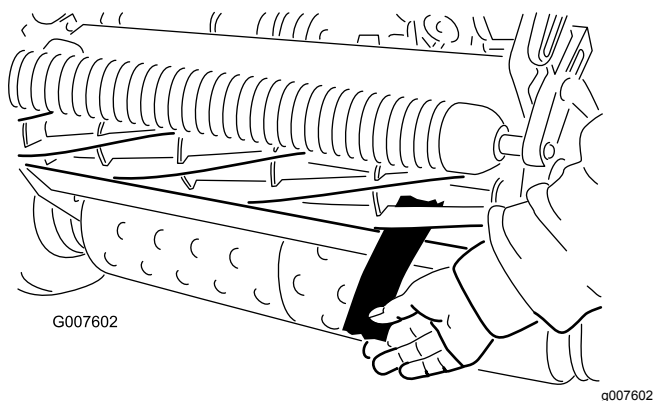

図 53
12. 切れ味確認用のペーパーを一枚、リールと下刃との間に、下刃に対して直角になるように差し入れて、カuttingユニットの切れ味をテストする 図 53。ゆっくりとリールを回転させるこれで紙が切れれば合格である。